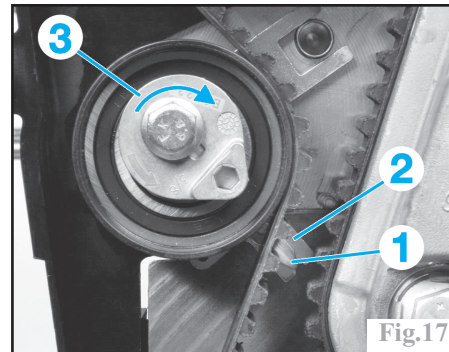

Fig.17
Effectuer les 10 tours de vilebrequin dans le sens de rotation du moteur. Piger le volant moteur et la roue dentée d'arbre à cames. Bloquer le volant moteur avec l'outil. Desserrer la poulie des accessoires et le galet tendeur. Tourner le galet tendeur (3) dans le sens horaire et placer l'index (1) en face du repère (2) (Fig.17). Serrer le galet tendeur et la poulie des accessoires aux couples prescrits. Enlever les outils de calage et tourner le moteur de 2 tours. Piger le vilebrequin et la roue dentée d'arbre à cames et contrôler que l'index (1) est toujours en face du repère (2). Recommencer les opérations précédentes si ce n'est pas le cas. Bloquer le volant moteur à l'aide de l'outil. Déposer la poulie des accessoires.